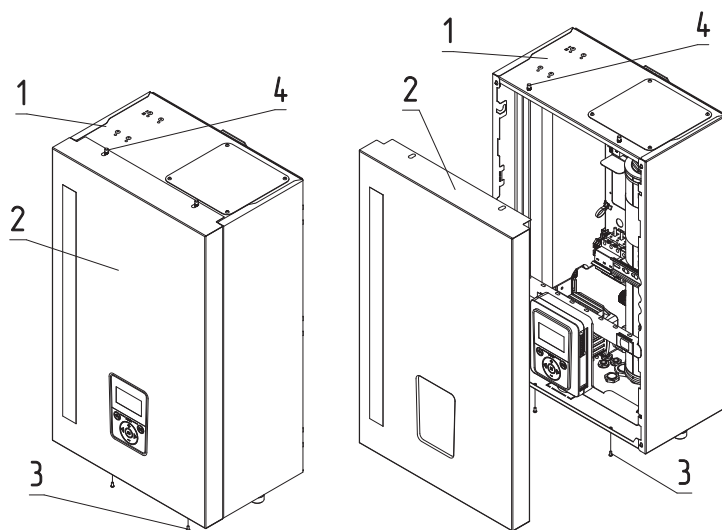

Рис.12 Снятие кожуха
- выкрутить болты крепления (**Рис.12, поз.3**);
- переместить кожух вверх, сняв с зацепов (**Рис.12, поз.4**);